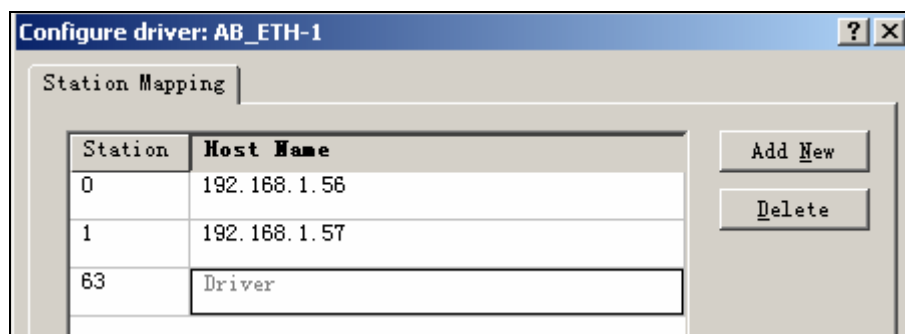

图 3-14 添加 IP 地址
6. 单击 OK，会弹出如图 3-14 所示窗口，按照指导说明在 Station 的 Host Name 中输入的 IP 地址。PowerFlex40 IP 地址：192.168.1.56；1756-ENBT IP 地址：192.168.1.57。